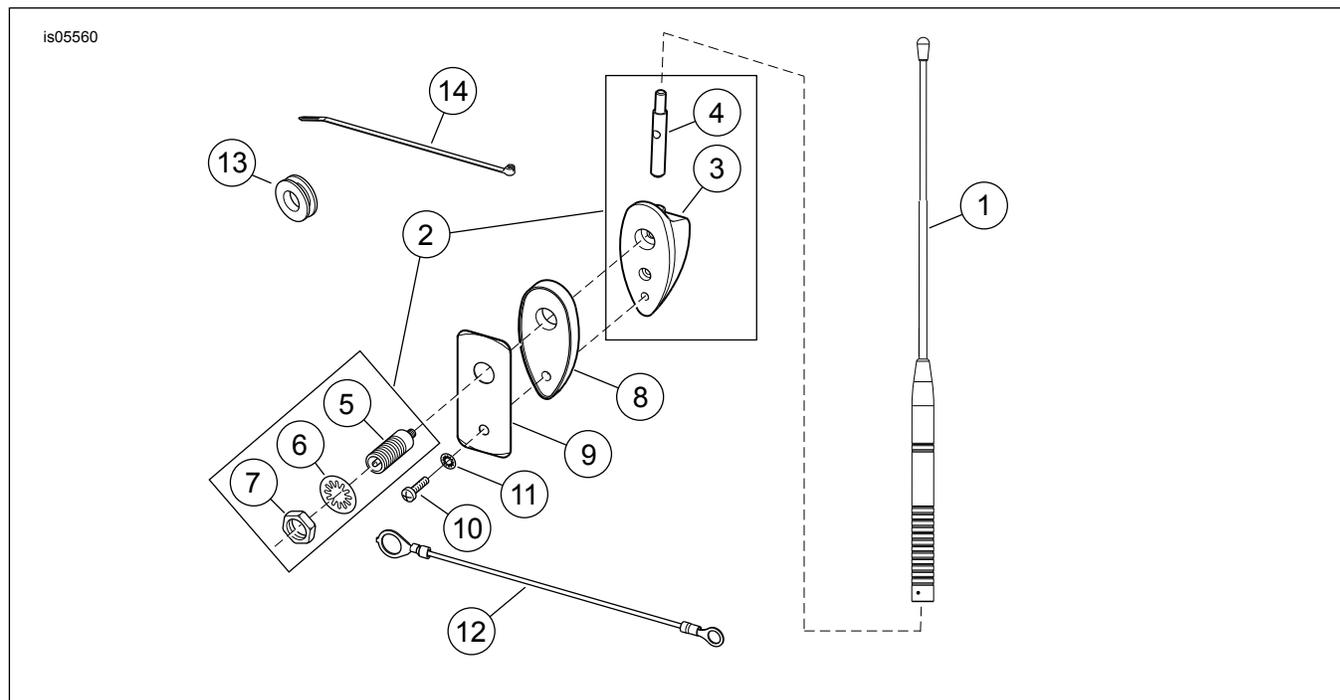

Figura 4. Piezas de servicio: Antena AM/FM montada en el Tour-Pak
Vea Figura 4 y Tabla 1.
1. Vea Figura 4. Obtenga el conjunto de la base de la antena (2) del kit. Quite la tuerca hexagonal (7) y la arandela de seguridad con dientes internos (6) del conjunto del enchufe (5) en la base.
2. Coloque la junta de la base (8) en la base de la antena.
3. Con el espárrago del mástil de la antena (1) hacia **arriba**, coloque el conjunto de la base sobre los agujeros perforados anteriormente en la pared trasera exterior del Tour-Pak. Asegúrese de que el conjunto del enchufe (5) pase por el agujero más grande (superior).
4. Coloque la placa de refuerzo de la antena (9) en su posición adentro del Tour-Pak. Obtenga el cable de conexión a tierra (12) del kit y coloque el terminal de anillo grande sobre el conjunto del enchufe. Use la tuerca hexagonal (7) y la arandela de seguridad (6) para sujetar el cable de conexión a tierra al conjunto del enchufe, pero no lo apriete completamente en este momento.
6. Instale el tornillo TORX® (10) y la arandela de seguridad pequeña (11) a través del agujero más pequeño (inferior) de la placa de refuerzo de la antena y dentro de la base de la antena. Apriete el tornillo firmemente. Apriete la tuerca hexagonal firmemente.
7. Enrosque el conjunto del mástil de la antena (1) sobre el adaptador de la base de la antena.